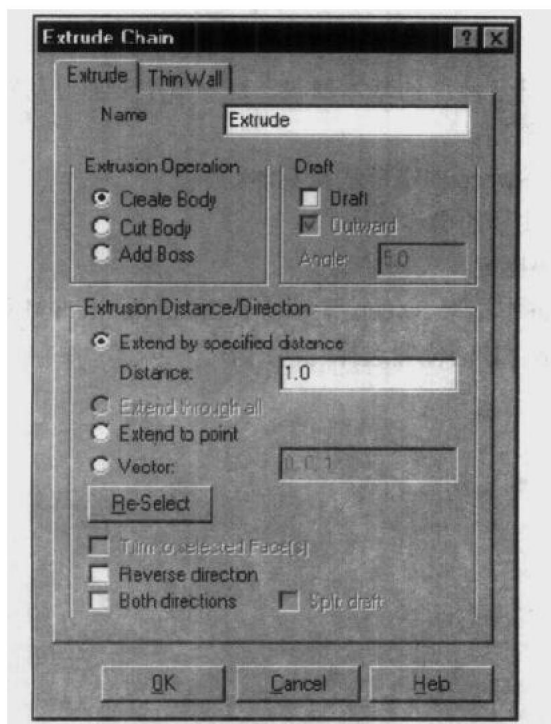

图 2.2 拉伸参数对话框
(6) 选择 Done, 屏幕显示 Extrude Chain 对话框如图 2.2 所示。
(7) 在图 2.2 所示的 Extrude Chain 对话框内设置必要的参数。
(8) 选择 OK, 系统自动生成实体。